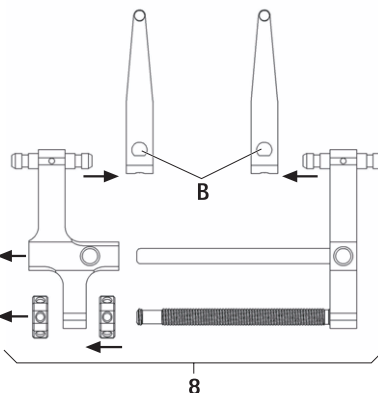

Fig. 4
- Desmontar o distractor 8 juntamente com as lâminas de distracção, ver Fig. 4: Accionar a corredeira B e retirar a lâmina de distracção.